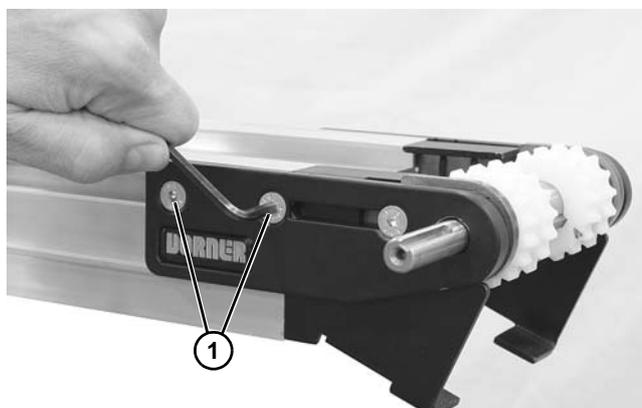

Figure 43
4. Desserrer les deux vis (Figure 43, élément 1) des deux côtés du convoyeur.